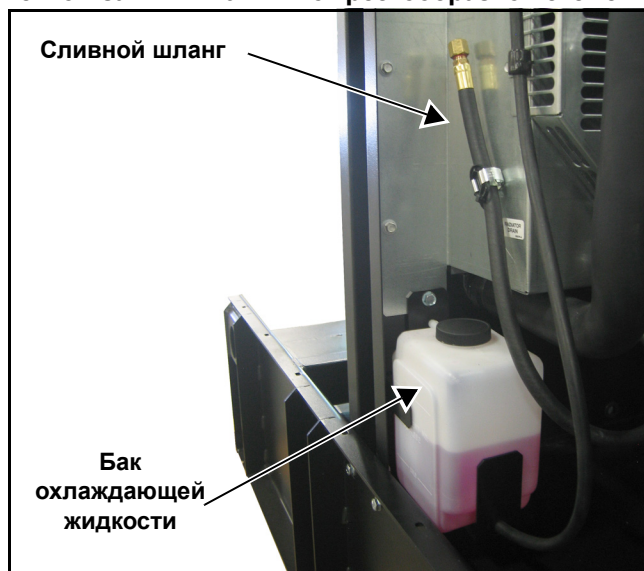

Рисунок 5-9. Расширительный бак охлаждающей жидкости и сливной шланг
1. Убедитесь в том, что уровень охлаждающей жидкости находится между отметками HOT (ГОРЯЧИЙ) и COLD (ХОЛОДНЫЙ) на расширительном баке. См. Рисунок 5-9.